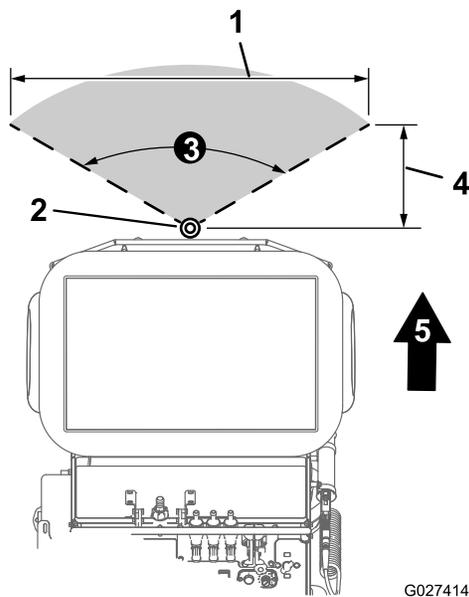

Figura 36
- El patrón de fumigación estrecho (Figura 36) de la máquina mide 122 cm (48") de ancho.